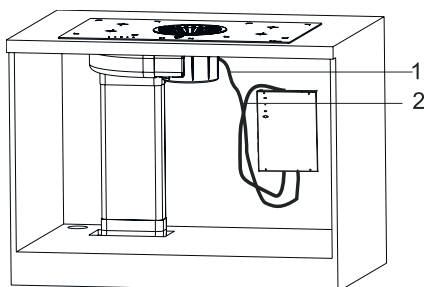

Fig. 17
7. ➡ Koppla alla kablar (Fig. 17).